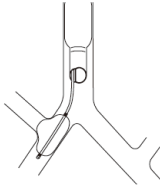

Fig.9
3. For høyre torakotomi, plasser du og blåser opp blokkeringsmansjetten slik at den lett hernieres i øvre flik av bronkien. Dette vil bidra til å fikse blokkeringsmansjetten på plass og blokkere den høyre hovedstammens bronkie sikkert (Fig. 9).